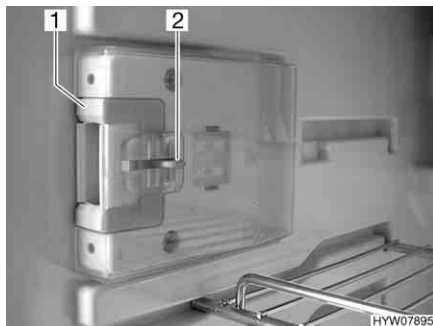
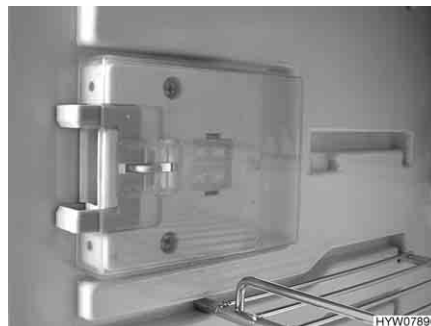

Fig. 199 Dispositivo di chiusura in posizione normale
Fig. 200 Dispositivo di chiusura in posizione di ricircolo d'aria
- Premere il dispositivo di sblocco (Fig. 199,2).
- Spingere il dispositivo di chiusura (Fig. 199,1) in avanti (Fig. 200).